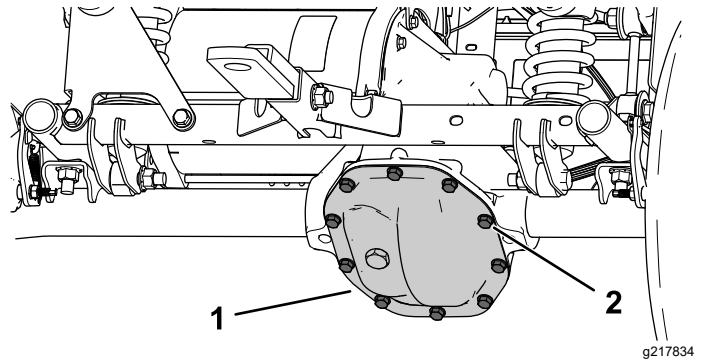

Figure 55
1. Placez un bac de vidange sous la protection de la boîte-pont (Figure 55).
2. Retirez les boulons de la protection de la boîte-pont et vidangez tout le liquide (Figure 55).